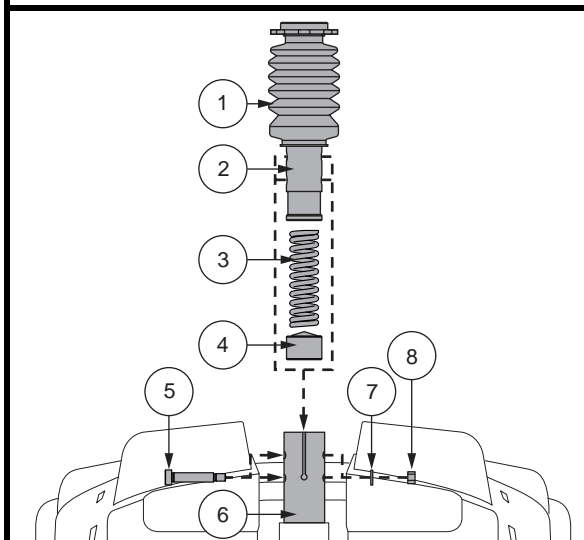

Figura 19. Regolazione altezza sedile - Asta Del Sedile
**Vedere figura 19.**
6. Installare la molla desiderata. **Vedere la figura 19.**